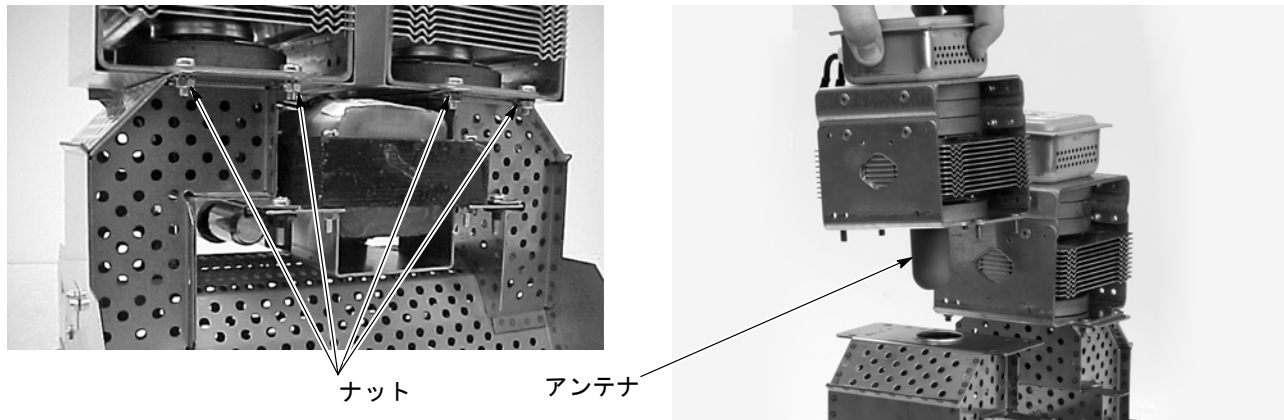

図 6-19 マグネトロンの取外し
4. 図6-19を参照。各マグネトロンをウェーブガイドに固定している4個のナットを取外します。マグネトロンを取外します。ナットは再使用のために脇へ置きます。
5. 図6-19を参照。新マグネトロンのアンテナ周辺のカスケットを点検して、異常や異物のないことを確認します。